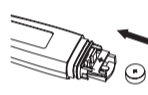

Figura 5
4. Usare un oggetto appuntito (es. penna) per rimuovere la batteria esaurita. Smaltire la batteria nel rispetto delle normative locali. Smaltire la batteria separatamente dal dispositivo. Inserire una nuova batteria da 1,5V DC tipo bottone (modelli LR41, SR41, UCC 392 o equivalente), assicurandosi che il polo "+" sia rivolto verso l'alto (vedi Figura 5.)